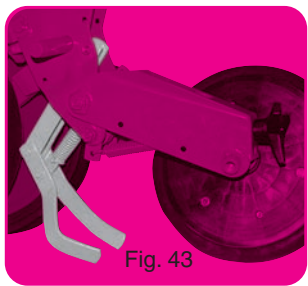

Fig. 43
- Raclettes flexibles (fig. 43).
- Flexible scrapers (fig. 43).
- Beweglicher Zestreicher (fig. 43)